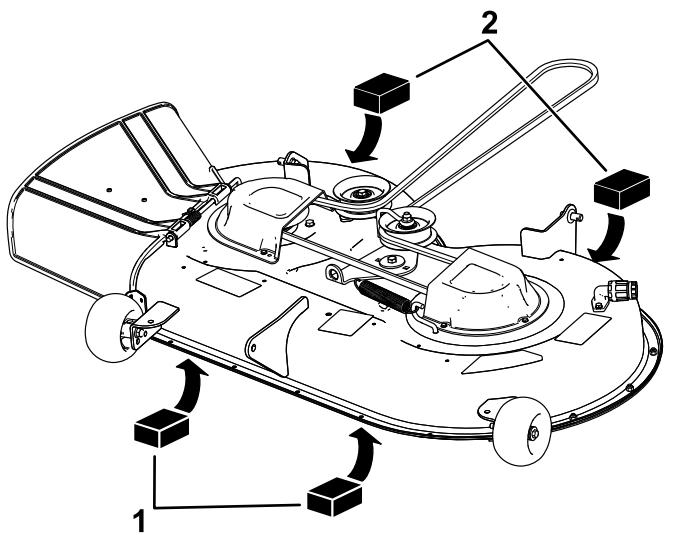

Figura 65
4. Coloque dois calços de 6,6 cm de espessura cada debaixo de cada lado da extremidade frontal da plataforma, mas não debaixo dos suportes do rolo antidano (Figura 65).
5. Coloque dois calços de 7,3 cm de espessura cada debaixo da extremidade traseira da abada da plataforma de corte, um em cada lado da plataforma de corte (Figura 65).